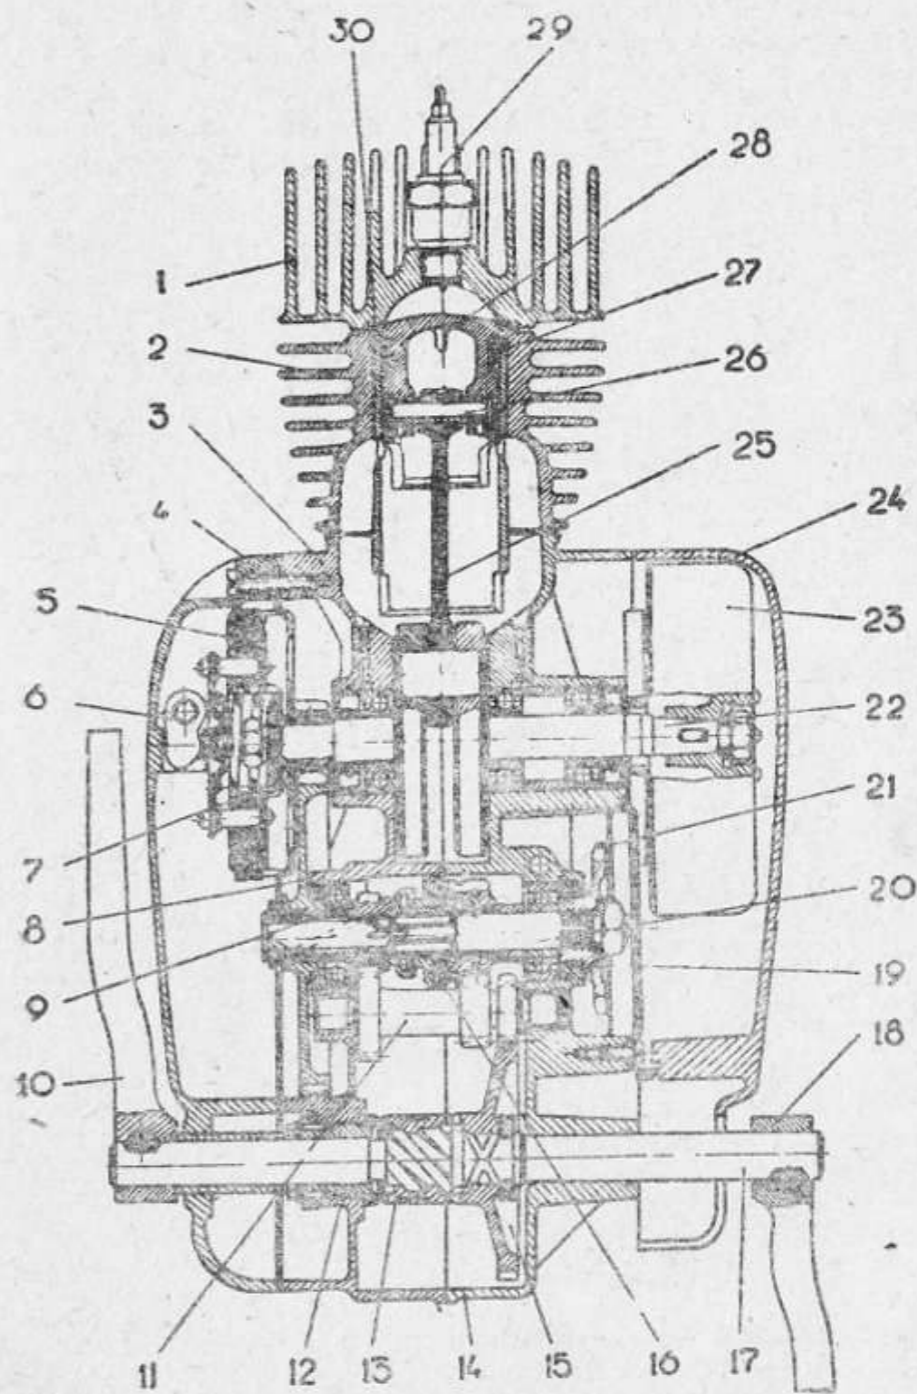
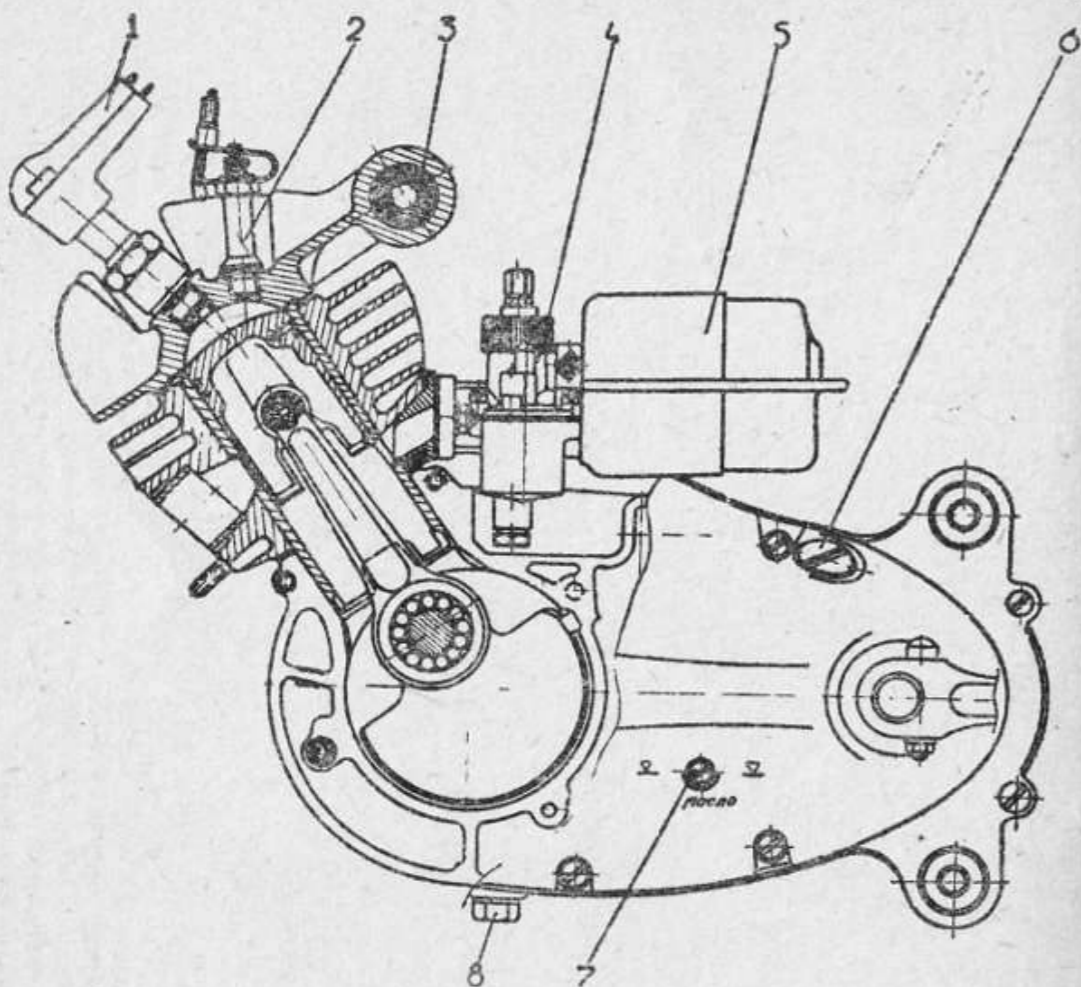

Рис. 3. Поперечный разрез двигателя.
Рис. 4. Продольный разрез двигателя.
Двигатель (рис. 3 и 4) состоит из следующих основных частей: картера, головки цилиндра, цилиндра, кривошипно-шатунного механизма, муфты сцепления, коробки передач, пускового тормозного механизма, электрооборудования, а также систем питания и выхлопа газов.
В заднюю часть картера запрессовываются две резино-металлические втулки 3 (рис. 4.) для крепления двигателя к раме мопеда. К левой половине картера винтами прикрепляется левая крышка 4 (рис. 3), закрывающая муфту сцепления 5, шестерни первичной передачи 7, 8 и тормозную вилку 12. В левую крышку вмонтирован механизм управления
Цилиндр 2 (рис. 3) состоит из собственного цилиндра, отлитого из алюминиевого сплава, и запрессованной в него гильзы 30, изготовленной из специального чугуна. Цилиндр
Воздушный фильтр 5 (рис. 4) — сухой, разборный с капроновым фильтрующим элементом — крепится на задней части горизонтального патрубка карбюратора.
Работа рукоятки заблокирована со сцеплением: переключение передач можно производить только при выключенном сцеплении. Для включения первой передачи следует повернуть рукоятку от себя до упора. При этом муфта переключения (16, рис. 3) перемещается вправо и входит в зацепление с торцевыми выступами шестерни (19), после чего начинает вращаться и вращает вторичный вал, соединенный с ней при помощи прямобочных шлицев.